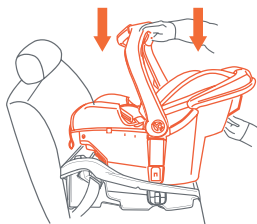
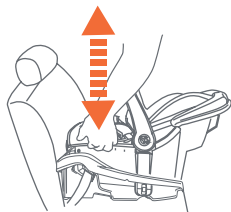

Fig. 49-1
Fig. 49-2
10. Si está utilizando la base, compruebe que no haya nada encima de esta, ni que haya algo que interfiera con el correcto enganche de la Silla de Seguridad a la base. Coloque la Silla de Seguridad en la base y empuje hacia abajo hasta que la Silla encaje de manera segura en la base y se oiga un "clic" (Fig. 49-1). **Tire hacia arriba de la Silla de Seguridad para verificar que esté bien enganchada a la base (Fig. 49-2).**